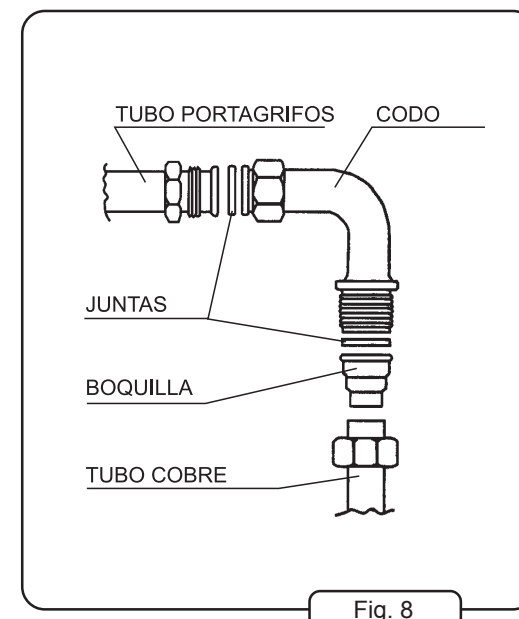

Fig. 8
- Para efectuar la conexión se utilizará un terminal para gas líquido con junta (ver fig. 8).